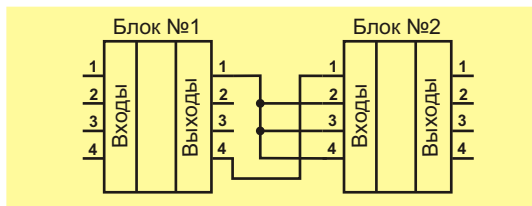
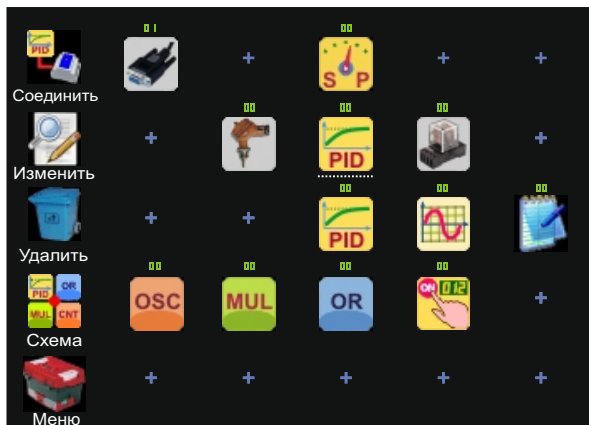

Рис. 6
Рис. 11. Схема с выбранным блоком "Регулятор" (подчеркнут белой пунктирной линией)
7.3.6 В момент нажатия на пиктограмму необходимого функционального блока схемы, происходит его выделение (под ним появляется пунктирная линия белого цвета), а в левом вертикальном ряду меню появляются пиктограммы **Удалить**, **Изменить**, **Соединить**, с помощью которых производятся дальнейшие действия с выбранным блоком (Рис. 11). Для возврата к предыдущему меню - нажмите пиктограмму **Группа**.
7.3.11 **Программирование** (соединение выходов и входов функциональных блоков) производится с помощью пиктограммы **Соединить** (см. пункт 7.3.6; Рис. 11). Так как условно входы функциональных блоков находятся слева, а выходы справа (Рис. 6), а программа пишется слева направо (то есть выходы блоков подключаются (соединяются) к входам), то при выборе двух блоков, которые необходимо соединить связью (связями), сначала в схеме выбирается блок-источник данного сигнала, затем нажимается пиктограмма **Соединить**, а потом выбирается блок-приемник сигнала (связи).